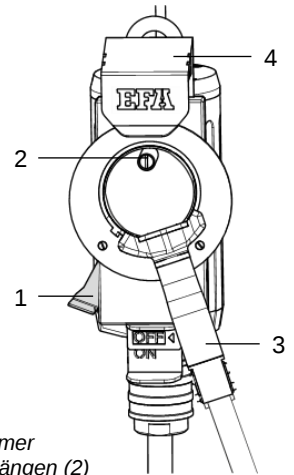

Abb. 6.2 – Trimmer aushängen (2)
2) Verriegelungshebel (1) in Position halten, s. Abb. 6.2.
3) EFA Trimmer (3) von Haltestange (2) abnehmen, s. Abb. 6.2.
4) Verriegelungshebel (1) loslassen, s. Abb. 6.2.